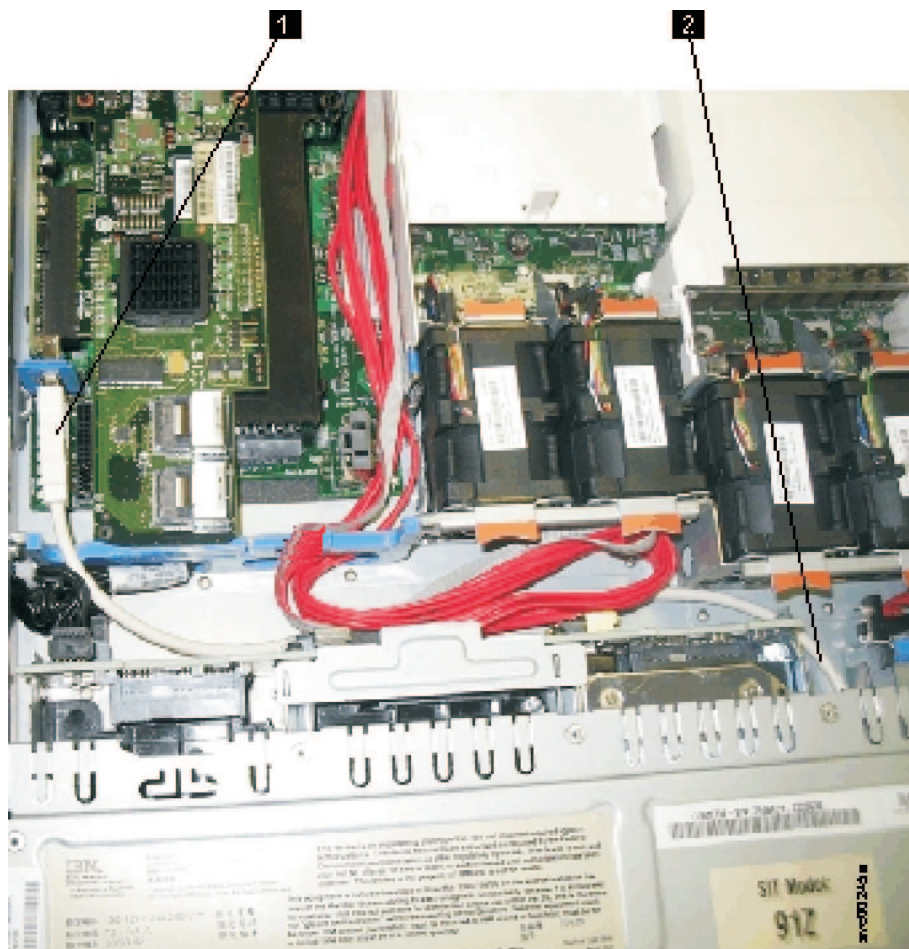

図 101. ディスク・コントローラーおよび USB ライザー・カードに接続された USB サービス・コントローラー・ケーブル (SAN ボリューム・コントローラー 2145-CF8 が示されています)
- b. SAN ボリューム・コントローラー 2145-CG8 または 2145-CF8 の左側で USB コネクター (135 ページの図 101 の **1**) を見つけます。
- a. ケーブルを再取り付けするには、USB ケーブルをディスク・ドライブ・ベイ 5 に慎重に 通し、ケーブルの大きい方のコネクタを USB ライザー・カード上の USB コネクタ (135 ページの図 101 の **1**) に配線します。